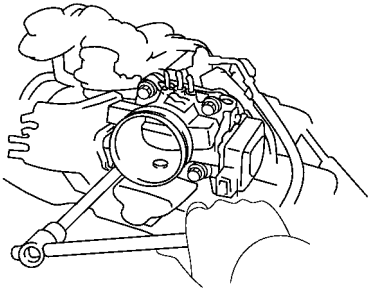

图 2-121 安装节气门段
(1) 安装节气门段。将一张垫片放到进气歧管上，用两个螺栓和两个螺母安装节气门段，如图 2-121 所示。